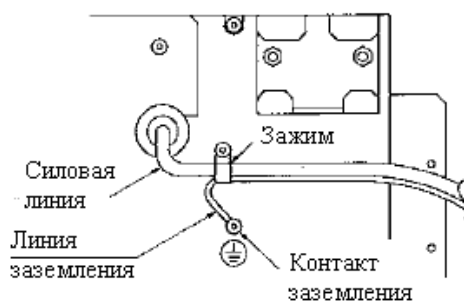

Рис. 15
- Соедините силовую кабель и линию заземления одним зажимом, чтобы исключить натяжение кабелей и механическое воздействие на клемму заземления (см. Рис. 15).